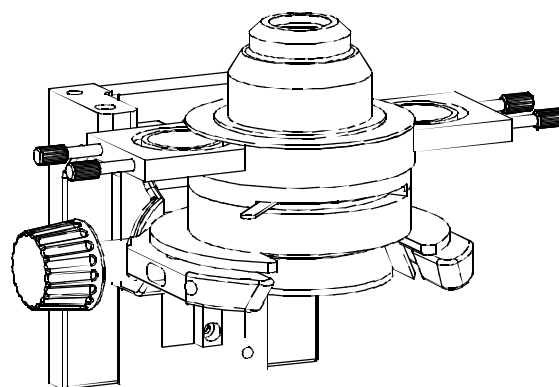

Рис.6
(4) Если вы выбираете конденсор фазового контраста для наблюдения, вам необходимо установить конденсор фазового контраста на кронштейн контрастности, ослабить винт ограничения высоты для выпуска положения клина и повернуть регулятор конденсора в положение под образцом или чуть выше его, проделайте все вышеперечисленное и заблокируйте винт, как показано на рис. 6. О настройке и осуществлении наблюдений при использовании конденсора для фазово-контрастной микроскопии читайте в «Руководстве по эксплуатации фазово-контрастного конденсора».